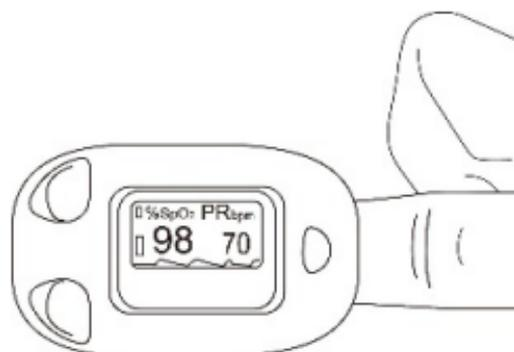

Figura 5 Colocar el dedo en posición
1. El dedo debe ser colocado correctamente (ver la ilustración adjunta de este manual, Figura 5), de lo contrario, puede causar mediciones imprecisas.
2. Abra la abrazadera como se muestra en la Figura 5.